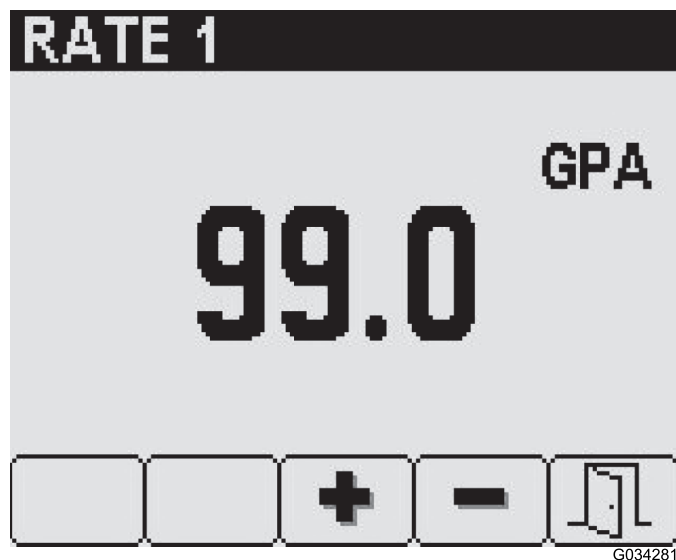

図 8
3. 選択済みレート画面でボタン3と4を使って希望するレートにする図 8。